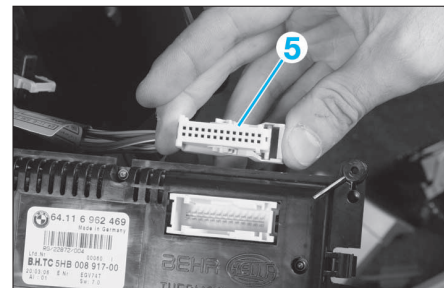

FIG. 8
- Débrancher le connecteur (5) (Fig.8).